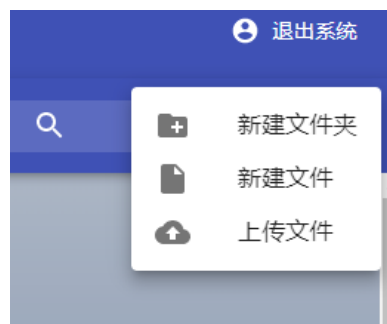

图 11-6：按钮相关操作
1. 点击右上角按钮菜单，可以新建文件夹，上传文件，新建文件，如图 11-6 所示。